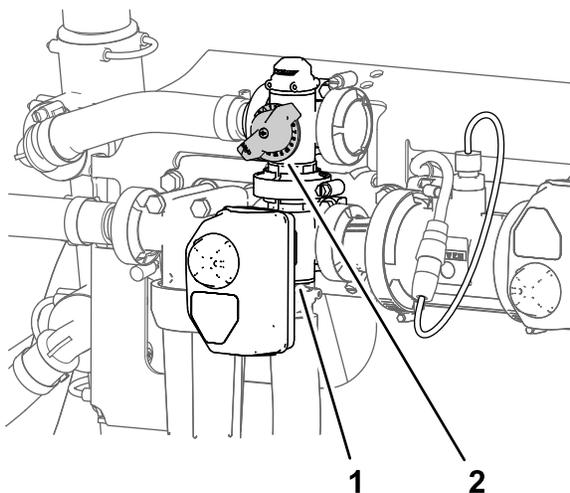

Figura 41
10. Ajuste la válvula de desvío de agitación (Figura 41), situada en la parte trasera de la válvula de agitación, hasta que la presión del sistema de fumigación indicada en el manómetro sea de 6,89 bar.